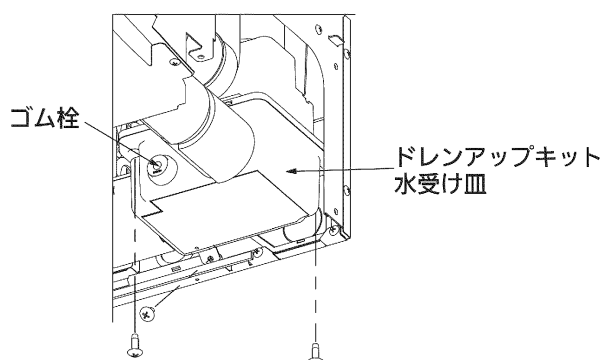

図20
- ① 室内ユニットの運転を停止し、ドレンポンプが停止するまでお待ちください。(1分ほど遅れて停止します)
- ② 漏電しゃ断器を切ってください。
- ③ 排水管の中に残っている水が全て水受け皿に戻って来たら、水受け皿のゴム栓をはずして中に残っている水を出してください。
- ① 水受け皿を固定しているネジ(3か所)をはずしてください。(図20)